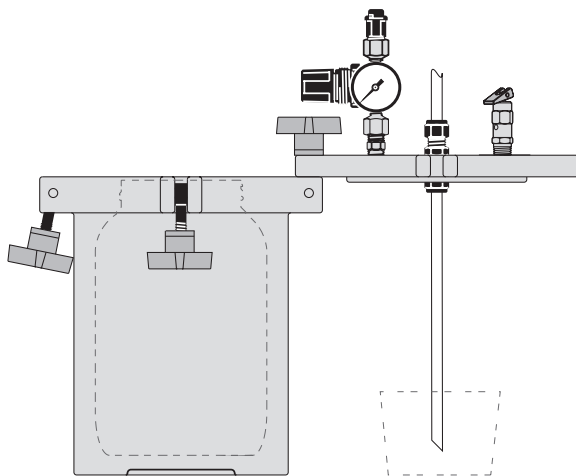

Figure 2
2. Actionner la soupape de purge ❷ et la maintenir ouverte jusqu'à la fin du sifflement.
3. Vérifier que la pression indiquée par le manomètre est bien zéro ❸. Si le manomètre indique zéro, desserrer doucement les serre-joints ❹ du couvercle et enlever le couvercle comme indiqué sur la Figure 2 (page 8).
3. Oter le couvercle du réservoir et revisser momentanément l'un des serre-joints (Figure 2). Lors du remplissage du réservoir, utiliser un récipient pour recueillir le fluide qui pourrait goutter du tuyau d'alimentation.